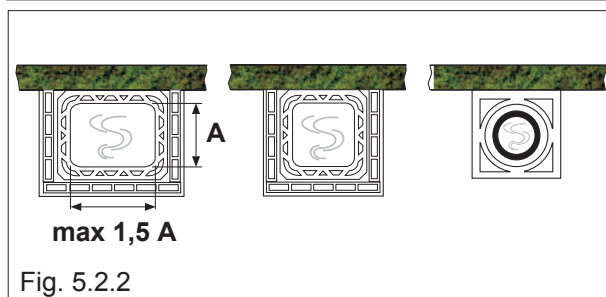
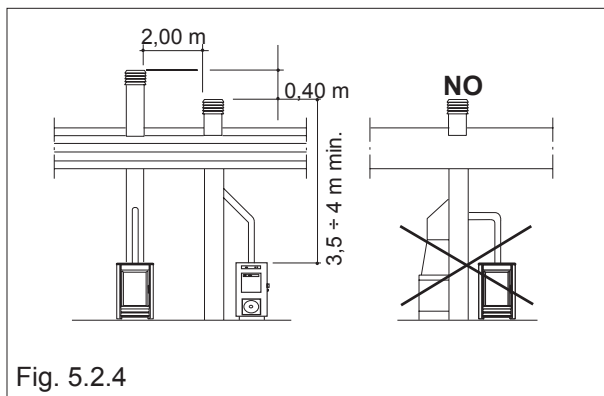

Fig. 5.2.2
Fig. 5.2.4
- Les dimensions du **CONDUIT DE FUMÉE** devront être conformes aux données techniques reportées dans le tableau du chap.9. Il est conseillé d'utiliser des conduits de fumée isolés, réalisés en matériau réfractaire ou en acier inox à section circulaire, avec parois intérieures à surface lisse (Fig.5.2.2). La section du conduit de fumée doit être constante sur toute sa hauteur. Une hauteur minimum de 3,5÷4 est conseillée (voir Fig.5.2.4) en fonction du diamètre (voir caractéristiques techniques). Il est préférable de prévoir, sous la bouche du canal de fumée, un compartiment pour recueillir les matériaux solides et l'éventuelle condensation. Les caractéristiques du conduit de fumée devront être conformes aux normes EN 10683 - EN 1856-1-2 - EN 1857 - EN 1443 - EN 13384-1-3 - EN 12391-1.
- las dimensiones del **CAÑÓN DE HUMOS** deberán ser conformes a lo indicado en el cuadro de datos técnicos del cap. 9. Es aconsejable usar cañones aislados de refractario o acero inoxidable, de sección circular, con las paredes interiores que tengan superficie lisa (Fig.5.2.2). Se aconseja una altura mínima de 3,5-4 m (ver Fig.5.2.4) en función del diámetro (ver características técnicas).
- Afin d'éviter d'éventuels inconvénients pendant le tirage, chaque poêle doit avoir un conduit de fumée indépendant. S'il y a plusieurs cheminées sur le toit, il faudra que celles-ci se trouvent à au moins 2 mètres de distance l'une de l'autre et que la cheminée du poêle **DÉPASSE** les autres d'au moins 40 cm (Fig.5.2.4). Si les cheminées sont proches les unes des autres, il faudra les séparer par des cloisons.
- Para evitar inconvenientes en el tiro, cada estufa debe tener su propio cañón independiente. Si hubiera varios cañones en el techo, es oportuno que los demás se hallen a 2 metros de distancia como mínimo y que la cumbrera de la estufa sea por lo menos 40 cm **MÁS ALTA** que las otras (Fig.5.2.4). Si las cumbreras están muy cerca, se deben disponer unos separadores.